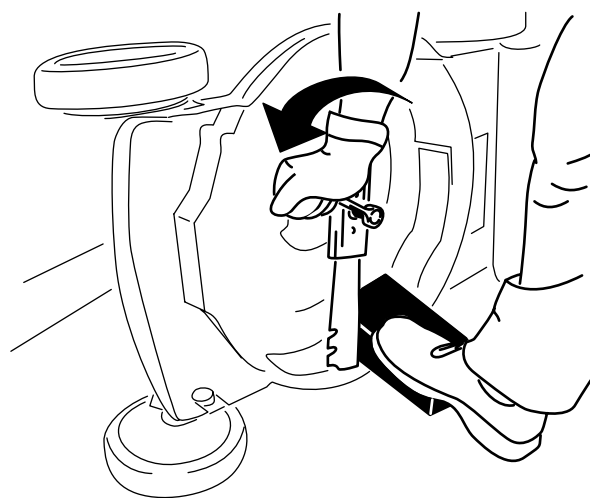

Figura 25
2. Usate un blocco di legno per tenere ferma la lama (Figura 25).
3. Togliete la lama e conservate la bulloneria di montaggio (Figura 25).